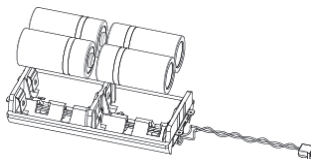

Figura 9
5. Sostituire le batterie prestando attenzione alla polarità (vedere Figura 9).